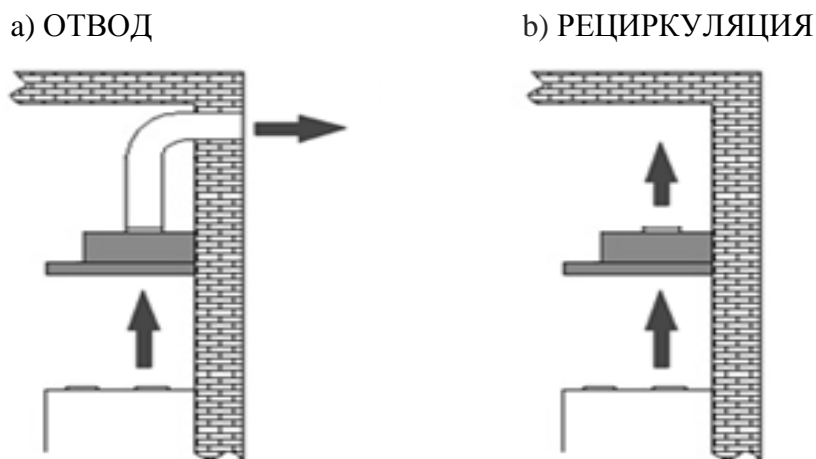

Рис. 3
1) Отвода (рис. 3а) – воздух удаляется из помещения через соединение вытяжки с вентиляционным каналом жестким пластиковым воздуховодом или гофрированным шлангом диаметром 120 мм. И, таким образом, все кухонные испарения, запахи, гарь и копоть, проходя через многоразовые алюминиевые жироулавливающие фильтры, выводятся за пределы помещения. При данном режиме работы нет необходимости устанавливать угольный фильтр. Режим отвода является наиболее эффективным,
2) Рециркуляции (рис. 3б) – внутренняя циркуляция воздуха через угольный фильтр. Вытяжка в данном случае не подключается к вентиляционной шахте и, таким образом, воздух просто прогоняется через вытяжку внутри кухни.